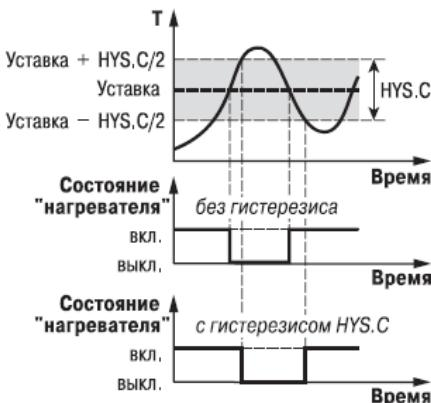

Рисунок 3.7 - Принцип работы двухпозиционного регулятора
- «1» (100 %) - «нагреватель» включен. Двухпозиционный регулятор включает «нагреватель» при значениях регулируемой величины T , меньших Уставки, и выключает при значениях T , больших Уставки (рисунок 3.7). Так работает двухпозиционный регулятор в отсутствие гистерезиса.
Вы можете задать значение Гистерезиса двухпозиционного регулятора **HYS.C**. Тогда состояние «нагревателя» будет переключаться в тот момент, когда отклонение T от Уставки достигнет половины величины **HYS.C** (см. рисунок 3.7).